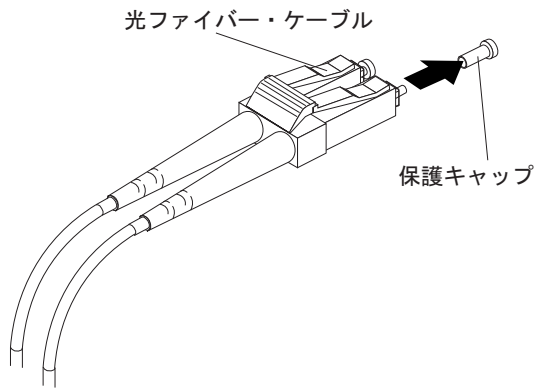

図 30. 光ファイバー・ケーブルの保護キャップの取り外し
3. 64 ページの図 30 に示すように、LC-LC ケーブルの一方の端から保護キャップ 2 個を取り外します。将来の利用のために、保護キャップを保管しておきます。